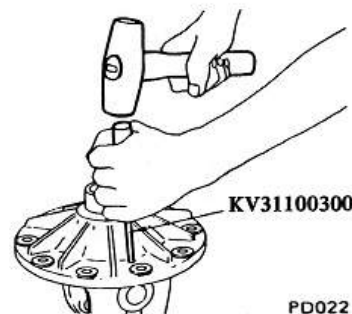

Fig. PD-73 Dépose de la goupille d'arrêt
9. Chasser la goupille d'arrêt de l'axe porte-satellites au moyen du jet spécial KV31100300. Voir figure PD-73.